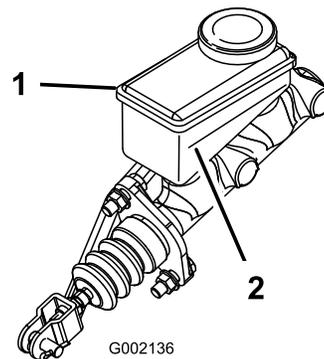

図 54
3. タンクの側面についているマークで、量を点検する 図 54。
- B. 最低ラインより上まで DOT 3 ブレーキ液を補給する 図 54。